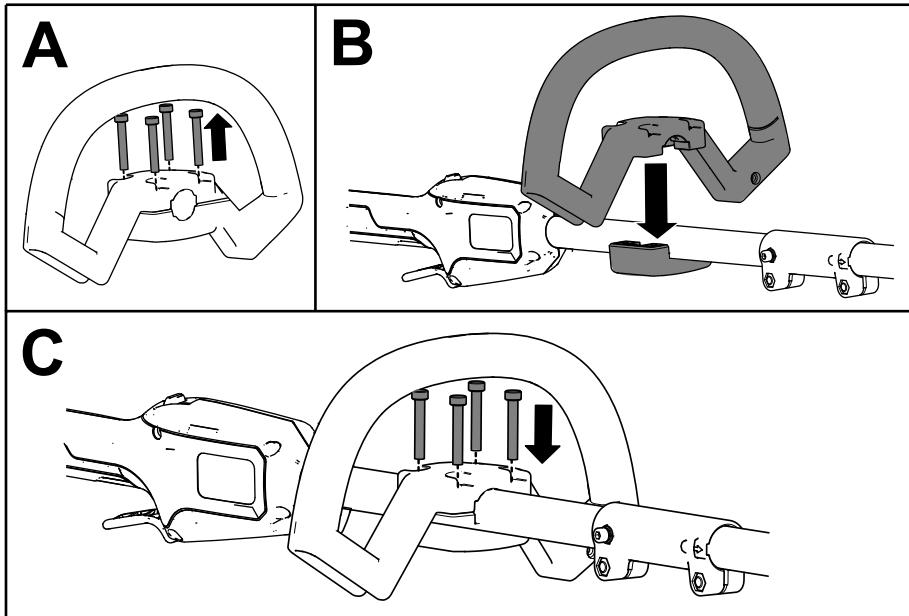

Рисунок 5
1. Отделите вспомогательную рукоятку от пластины рукоятки, отвернув 4 винта с головкой под торцевой ключ с помощью прилагаемого шестигранного ключа (A на Рисунок 5).
2. Выровняйте дополнительную рукоятку с пластиной дополнительной рукоятки на валу (B на Рисунок 5).
3. Прикрепите дополнительную рукоятку к пластине рукоятки с помощью 4 ранее удаленных винтов с головкой под торцевой ключ (C на Рисунок 5).